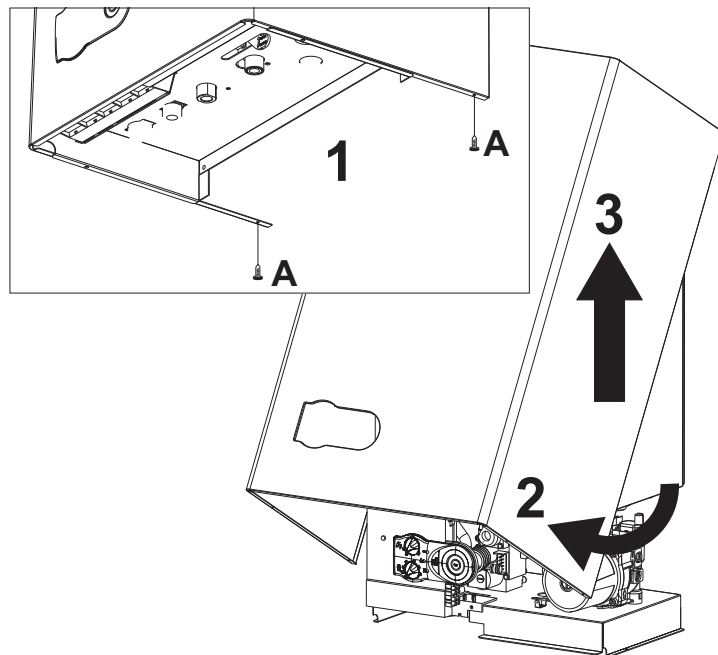

рис. 12 - Открытие кожуха
1. Отвинтите винты "А" (см. рис. 12).
2. Поверните кожух (см. рис. 12)